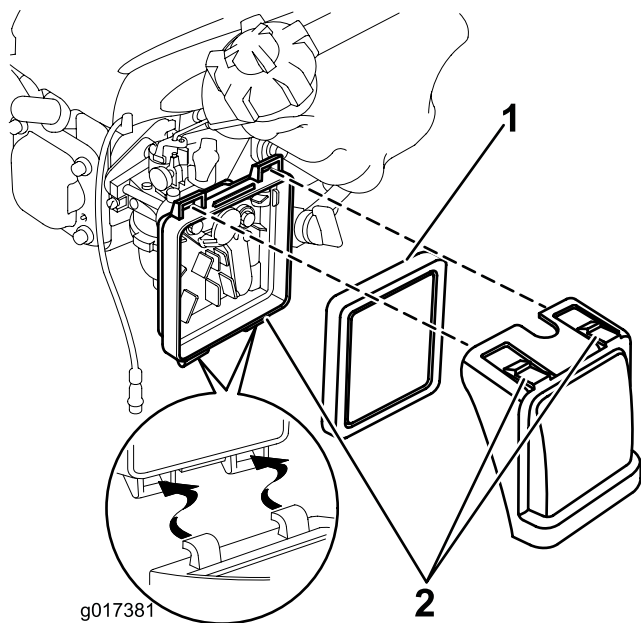

Figura 16
1. Presione hacia abajo los cierres de la parte superior de la tapa del limpiador de aire (Figura 16).
2. Abra la tapa (Figura 16).
3. Retire el filtro (Figura 16).
6. Instale el filtro en el limpiador de aire (Figura 16).
7. Coloque la tapa (Figura 16).